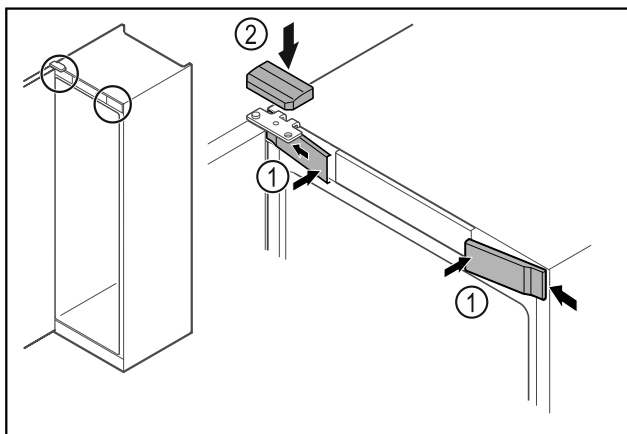

Fig. 63
- ▶ Přední kryty Fig. 63 (1) bočně zahákněte a zaklapněte.
- ▶ Horní kryt Fig. 63 (2) shora zaklapněte.